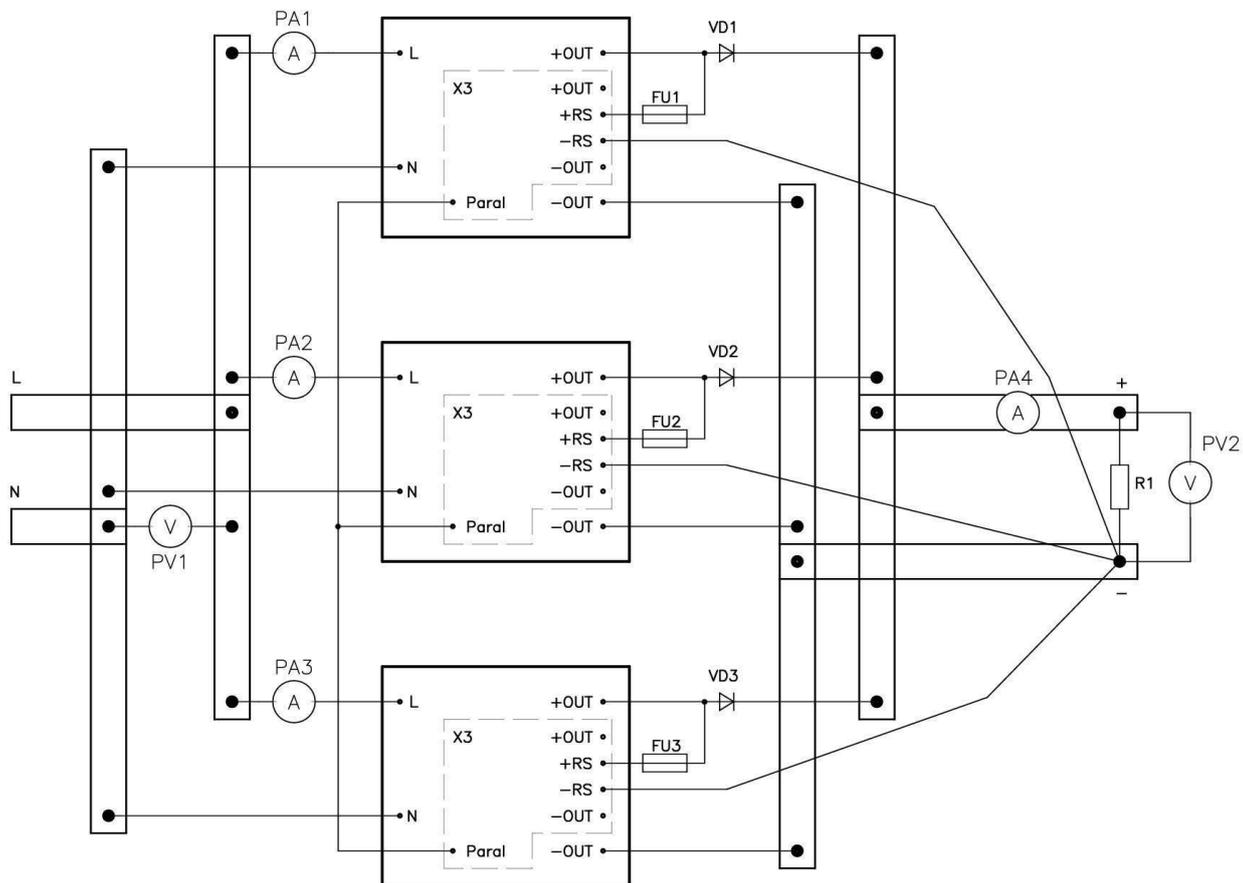

Рисунок 5.13 Резервированная система, построенная по принципу N+M с равнозначными модулями и использованием функции выносной обратной связи
5.14.11 Построение резервированной системы по принципу N+M с равнозначными модулями (Рис. 5.13) и использованием функции выносной обратной связи. Выводы «+RS» и «-RS» каждого из модулей подключают непосредственно к анодам диодов VD1-VD3 и нагрузке с соблюдением полярности. Выносная обратная связь может компенсировать падение напряжения на соединительных проводах в пределах 10%.